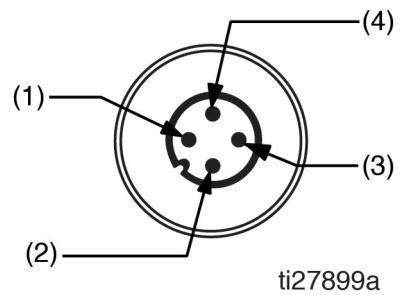

FIG. 15
N.º de pieza 124594: conector Eurofast macho de 4 clavijas que se puede cablear in situ (FIG. 15)